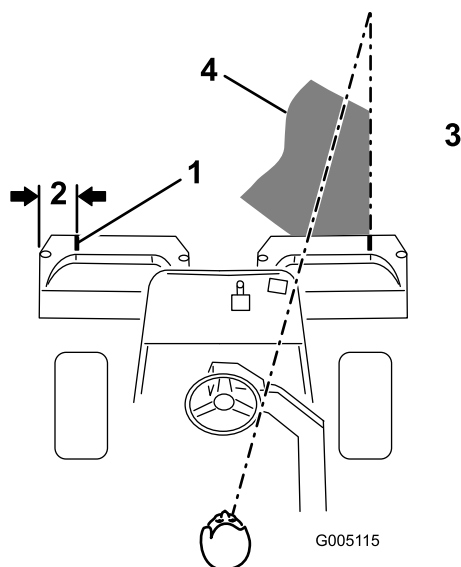

Figure 38
2. Placez une bande de papier blanc ou un trait de peinture sur chaque bac parallèlement à son bord extérieur (Figure 38).